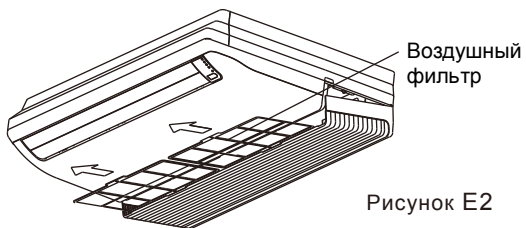

Рисунок E2
2. Извлеките воздушный фильтр (см. рис. E2).
4. Установите воздушный фильтр, выполнив действия, показанные на рис. E2, в обратном порядке.